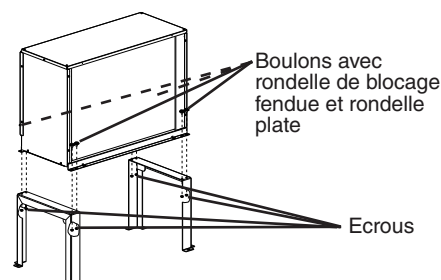

Fig. 10
- 1) Fixer les pieds au condenseur à distance à l'aide des 8 boulons et écrous fournis. Voir fig. 10.